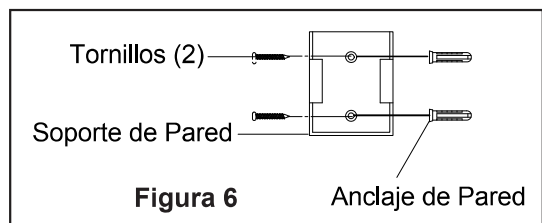

Figura 6
□ **Instalación del Soporte de Pared: (Figura 6)**